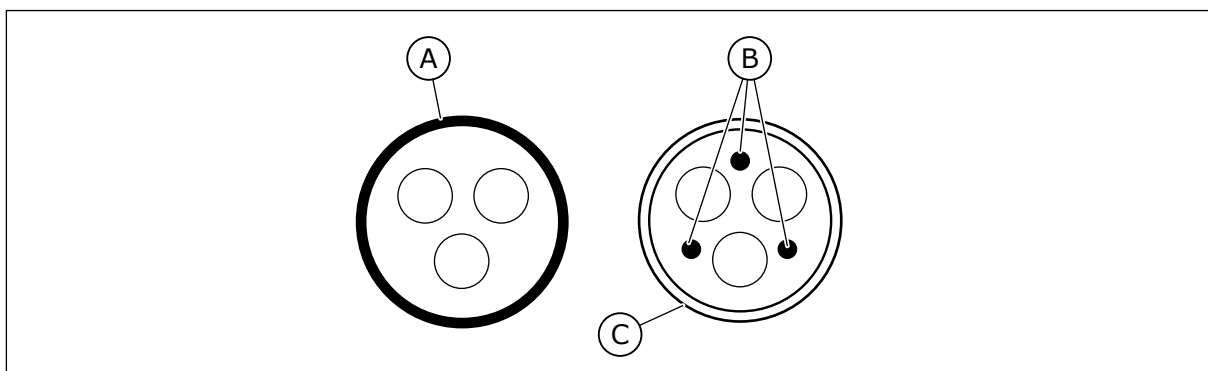

Fig. 36: Cabos com condutores de PE
2. Um cabo de força simétrico com um fio de proteção concêntrico. Um cabo para a tensão especificada da rede elétrica. Nós recomendamos um cabo MCMK. Consulte *Fig. 36*.
3. Um cabo de força simétrico com uma blindagem compacta de baixa impedância. Um cabo para a tensão especificada da rede elétrica. Nós recomendamos um cabo MCCMK ou EMCMK. Nós recomendamos que a impedância de transferência do cabo (1...30MHz) seja de, no máximo, 100 mΩ/m. Consulte *Fig. 36*. * = Para o nível C2 de CEM, é necessário ter um aterramento de 360° da blindagem com gaxetas de cabo na extremidade do motor.